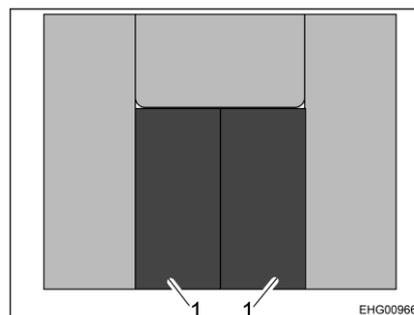

Fig. 67 Plan de pose des coussins
- Déplacer le coussin de dossier (Fig. 67,1) selon le plan de pose des coussins (Fig. 67). Si les coussins d'assise ont été retirés précédemment, les remettre en place.